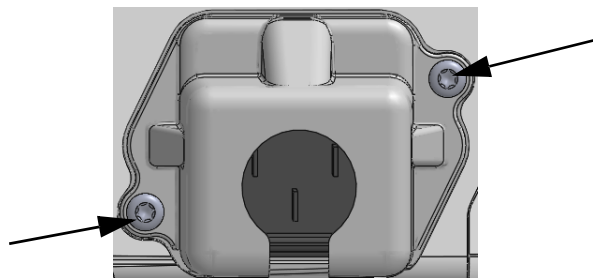

Figura 3-5 Coperchio dell'ingresso dell'alimentazione del monitor HemoSphere avanzato - posizioni viti
- 1 Se il coperchio dell'ingresso dell'alimentazione è già installato, rimuovere le due viti (figura 3-5) che fissano il coperchio dell'ingresso dell'alimentazione al pannello posteriore del monitor.